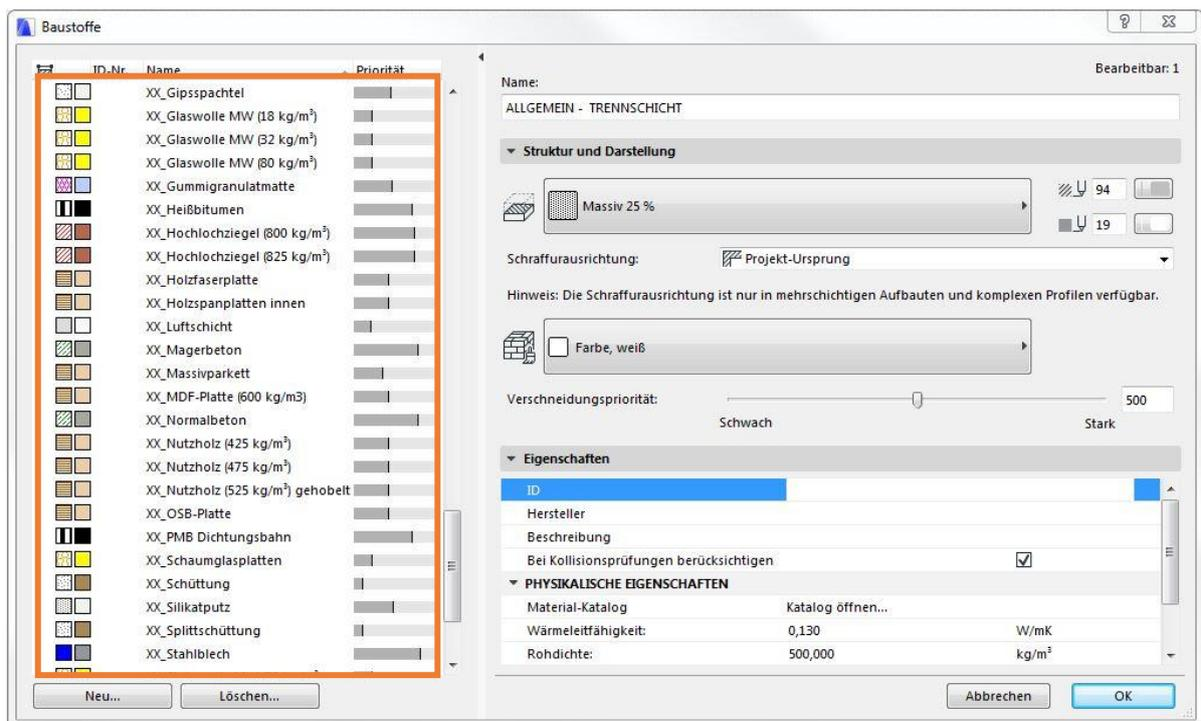
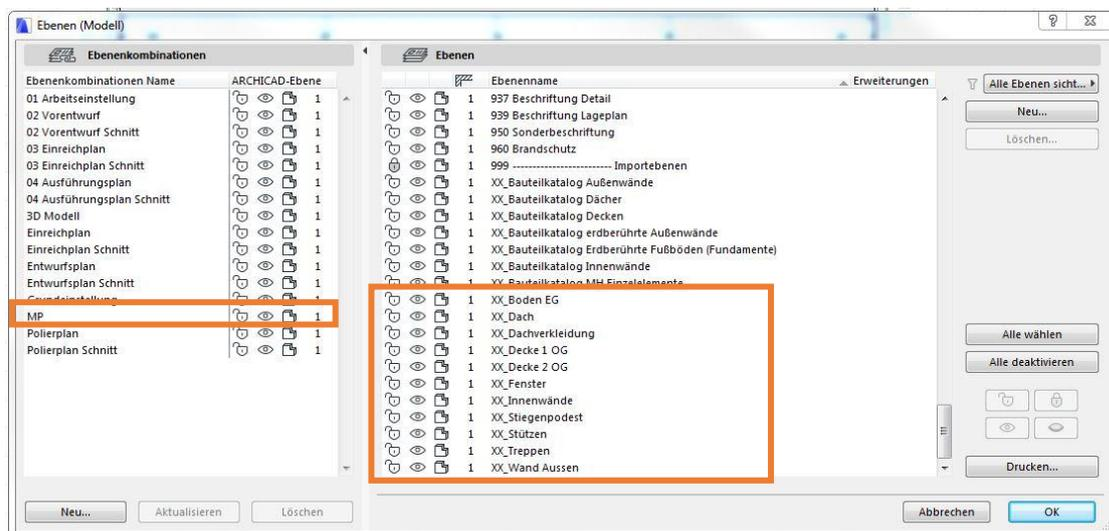

Abb.4: Parameter vom Bauteilkatalog aufnehmen
Abb.5: Ebenen und Ebenenkombination MP
In beiden Templates ist auch die Ebenen-Struktur und Ebenenkombination (MP) vorgegeben (Abb. 5), welche verwendet werden muss um einen fehlerfreien Datenaustausch zur Datenbank BuildingOne zu ermöglichen. Bei Materialänderungen müssen die im Template zur Verfügung stehenden Materialien mit vorangestelltem „XX“ verwendet werden (Abb. 4).